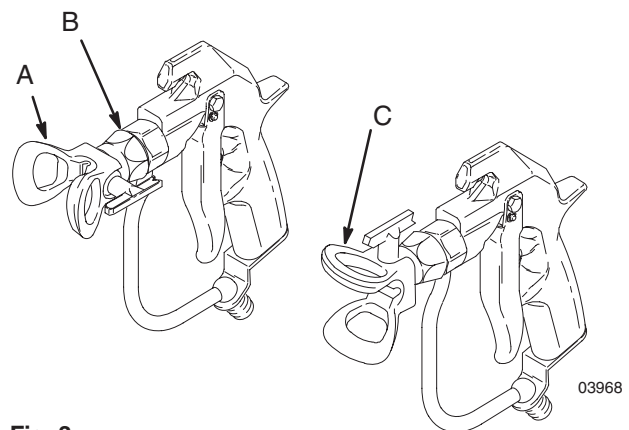

Fig. 3 03968
1. For å justere retningen på sprøytebildet, avlast trykket. Løsne dyseholderen (B). Still dyseholderen/dysesporet horisontalt (C) for å få et horisontalt bilde og vertikalt (A) for å få et vertikalt bilde. Trekk til dyseholderen. Se Fig. 3.